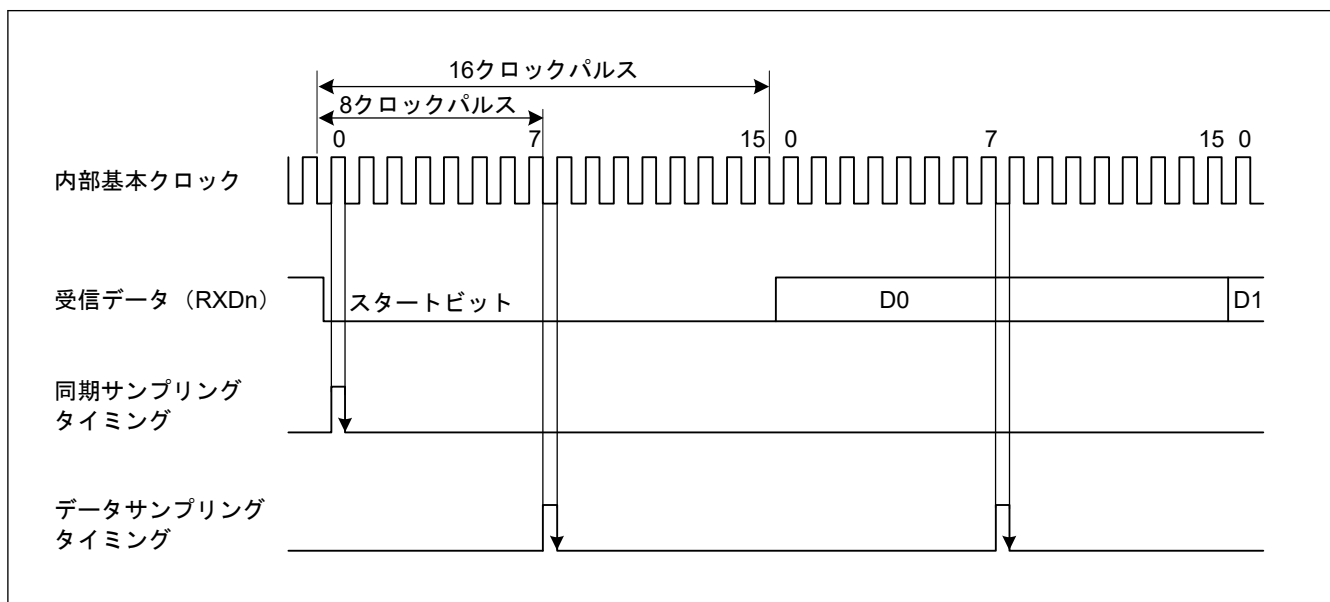

図 27.3 調歩同期式モードでの受信データサンプリングタイミング
また、図 27.3 に示すように、受信データは基本クロックの 8 パルス目^(注1)の立ち上がりエッジでサンプリングされるため、各ビットの途中でデータが取り込まれます。調歩同期式モードでの受信マージンは以下の式 (1) によって決定されます。